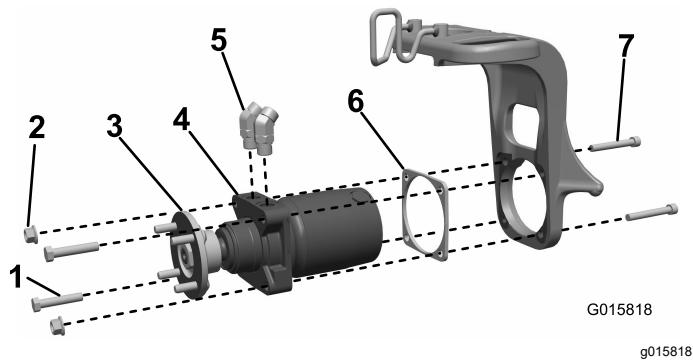

Figura 3
1. Montate i raccordi idraulici a 45° nel motore ruota e orientateli approssimativamente come illustrato in Figura 3. Non serrate i raccordi.
con 2 viti a brugola (1/2" x 3 3/4"), 2 bulloni (1/2" x 2 1/2") e 2 dadi di bloccaggio (Figura 3).